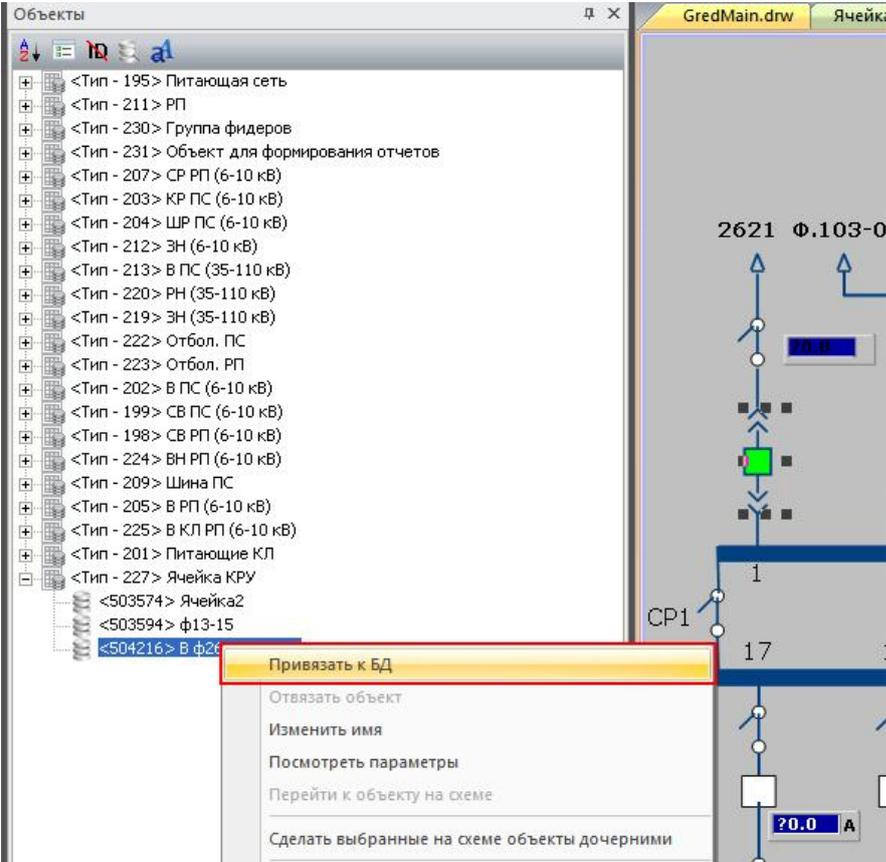

Рисунок 435 – Привязка объекта к БД
- выбрать на схеме графический элемент Ячейка КРУ, найти добавленный объект в окне «Объекты». Щелчком правой кнопки мыши в дереве объектов, на добавленном элементе, выбрать команду контекстного меню «Привязать к БД» (рисунок 435).